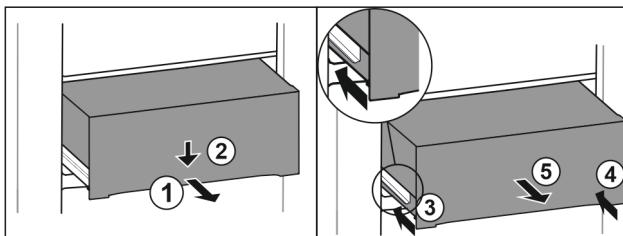

Fig. 121
- Вытяните выдвижной ящик наполовину. Fig. 121 (1)
- Вдавите выдвижной ящик в передней части вниз. Fig. 121 (2)
- Задвиньте левую направляющую прим. на 2 см. Fig. 121 (3)
- Задвиньте правую направляющую прим. на 2 см. Fig. 121 (4)
- Извлеките выдвижной ящик движением вперед. Fig. 121 (5)